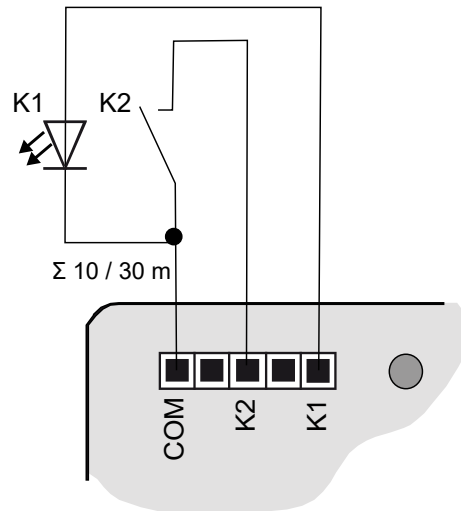
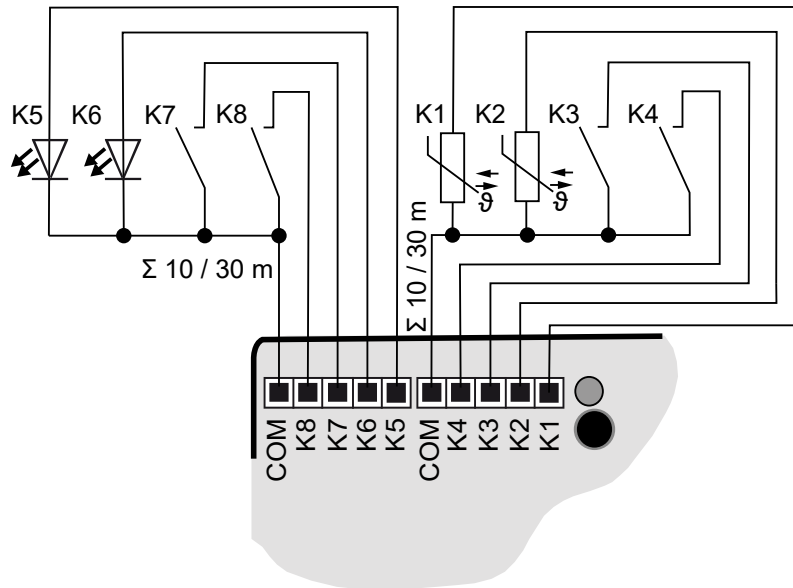

Figura 3: Ejemplo de conexión de interfaz de pulsadores doble
Figura 5: Ejemplo de conexión de interfaz de pulsadores octuple
- Conectar pulsadores, interruptores, contactos, LED o NTC siguiendo los ejemplos de conexión con los cables de conexión adjuntos (4) (véase figura 3) a (véase figura 5). Los ejemplos de conexión muestran el uso con entradas, salidas y sensores.